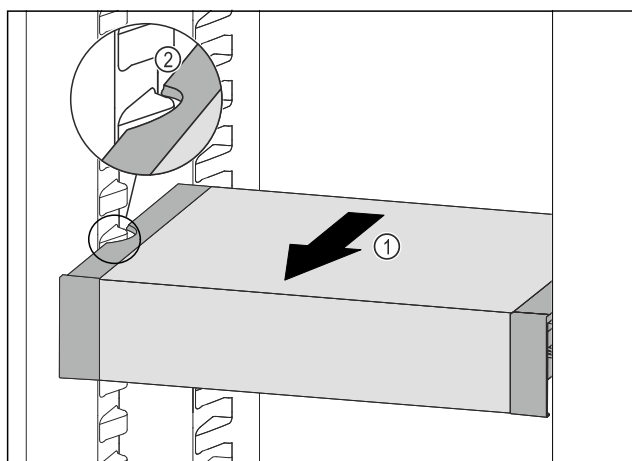

Fig. 111
- ▶ Trekk VarioSafe forover Fig. 111 (1), til utsparingene på sidene av VarioSafe er på nivå med rillene i kjøleskapet. Fig. 111 (2)